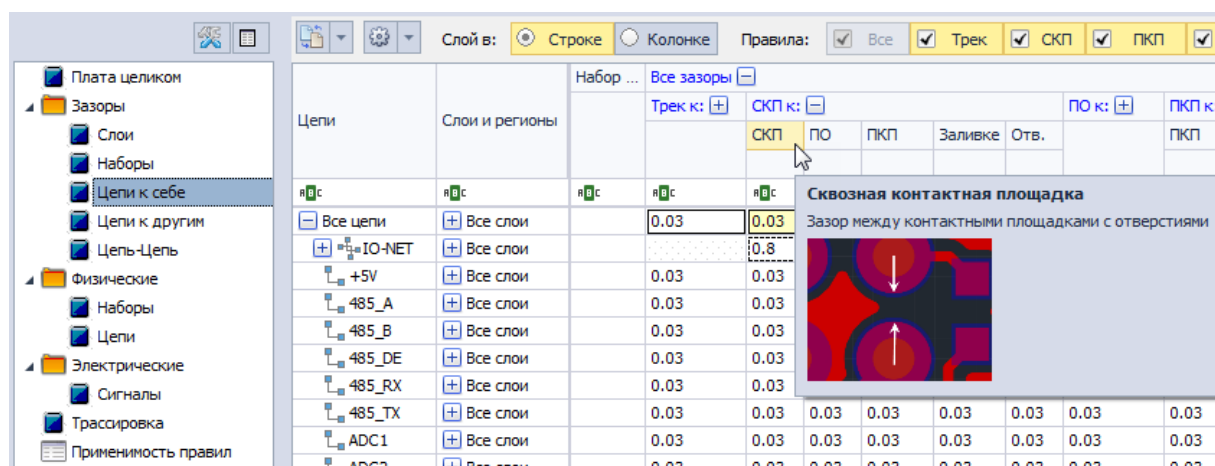

Рис. 11 Зазор между сквозными контактными площадками одной цепи
- Зазор между СКП и другой СКП (входящей в состав одной цепи) обозначается как «СКП к СКП», Рис. 11. Зазор определяет область вокруг сквозной контактной площадки, в которой не может присутствовать какой-либо элемент другой сквозной контактной площадки.